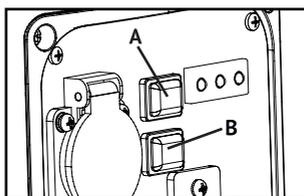

Рис. 9
- Приведите переключатель ECON-режима **A** в положение «Выкл.» (рис. 9).
- Переведите переключатель зажигания ENG. SW/ДВИГАТЕЛЬ **B** в положение ВКЛ (рис. 9).